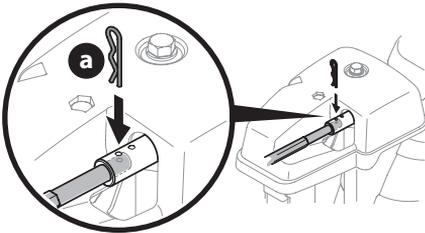

Figure 25
7. Poussez la tige de commande vers le tableau de commande jusqu'à ce que le premier trou de la tige s'aligne avec le trou du raccord de la tête de commande. Insérez la goupille fendue (a) retirée à l'étape 1. Voir Figure 25.